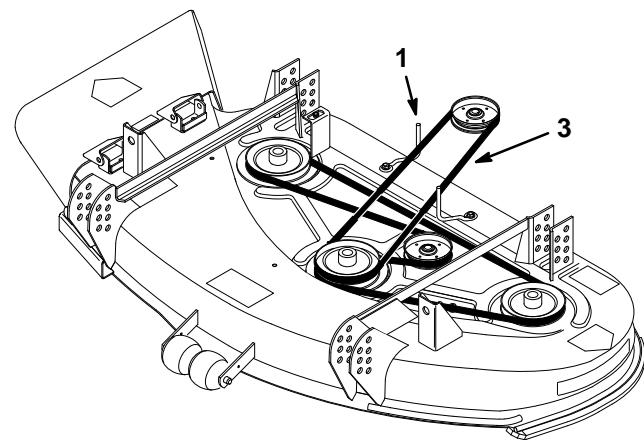

Figure 9
9. Contrôler la position des guide-courroie. Les guides doivent se trouver à environ 1/8" (3 mm) de la courroie (Fig. 9). Réglter les guide-courroie si nécessaire.